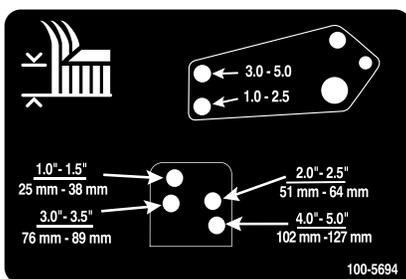

Figura 26
10. Allineate i fori dei tiranti di smorzamento con i fori della staffa per l'altezza di taglio desiderata sul telaio del piatto di taglio, inserite i perni con testa e montate le coppiglie (Figura 26).